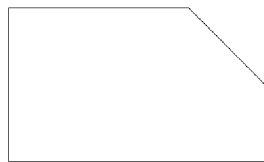
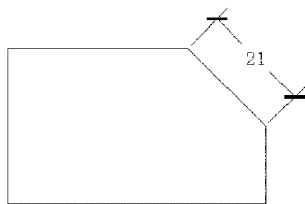

图 3.9 原图
图 3.10 对齐标注尺寸
- (1) 单击“对齐”标注按钮,选择要标注的对象。
- (2) 移动光标会出现标注线及尺寸,移至适当位置后单击鼠标左键即可完成该对象的尺寸标注。图 3.9 所示为原图,图 3.10 所示为标注尺寸后效果。